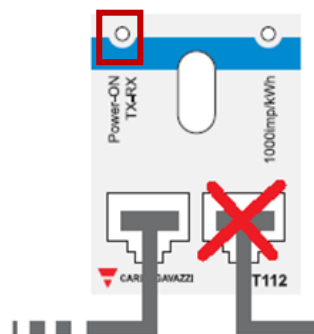

Figura 8 - Indicazione di spia led Wattmetro
- Controllare che la spia luminosa indicata in Figura 8 qui a lato lampeggi intermittenente.